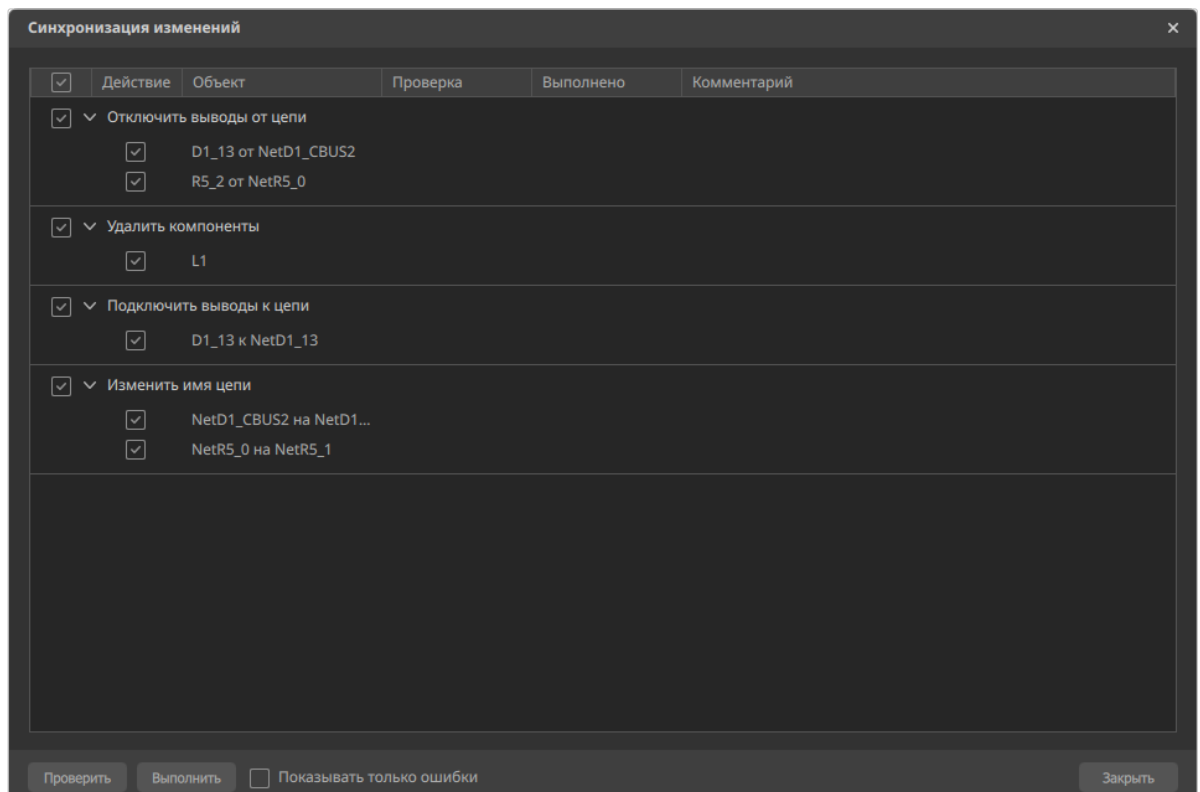

Рисунок 148. Окно «Синхронизация изменений»
- 2) После вызова команды при наличии изменений на схеме отобразится окно «Синхронизация изменений», отображающее список изменений, которые будут внесены в топологию платы (см. рисунок 148).